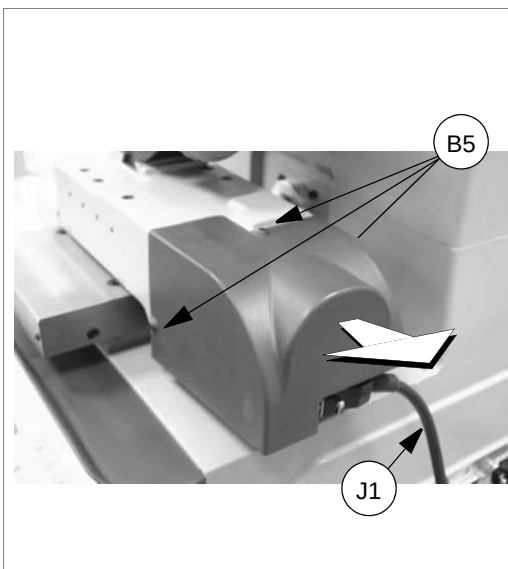

Figura 80
- 3) desligue o cabo (J1) de conexão do eixo superior do carro (figura 80).
- 4) retire o cárter do carro do eixo superior desapertando os 3 parafusos de bloqueio (B5) e extraia-o no sentido indicado (figura 80).